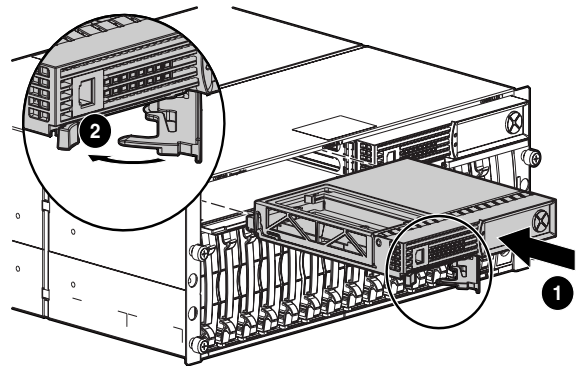

Abbildung 10: Einsetzen des Controllers
1. Setzen Sie den Austausch-Controller in das Gehäuse ein ❶. Siehe Abbildung 10.